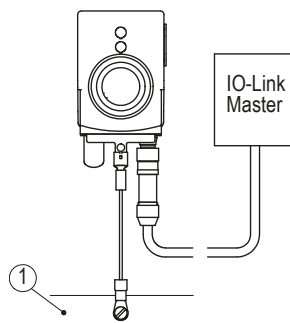

Abb. 9: Erdungsschiene
Den Erdungsanschluss ② neben dem Anschlussstecker auf das Schutzleiterpotential legen (siehe Abb. 8). Verwenden Sie dazu 6.3 mm Flachstecker oder Kabelschuh mit kurzer Litze 2.5 ... 4 mm² (nicht im Lieferumfang). Bei mehreren Positionsanzeigen wird empfohlen die Erdung auf eine Erdungsschiene ① anzuschließen (siehe Abb. 9).